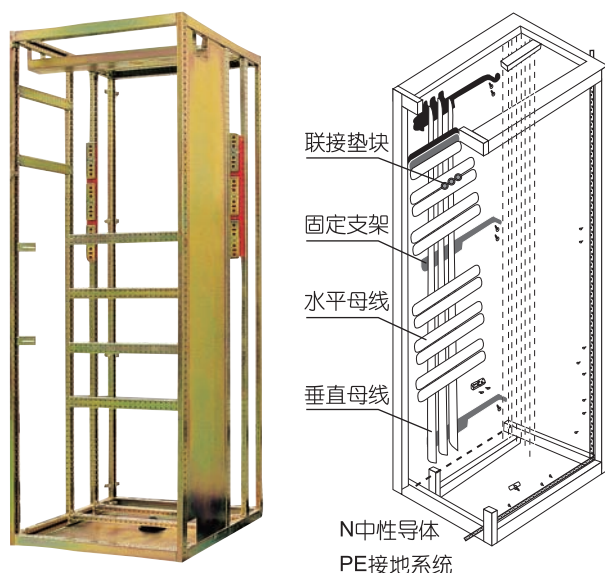

图2 母线系统
- 配电母线(垂直母线) 组装在阻燃型塑料功能板中，既可防电弧引起的放电，又能防止人体接触到带电元件引起事故，该母线是通过特殊联接件与主母线联接的。柜内设有独立的PE接地系统和N中性导体，二者贯穿整个装置，安装在柜前底部及右侧，各回路接地或接零都可就近联接。框架结构件采用自攻螺钉联接，具有较高的接地可靠性。具体见下图2